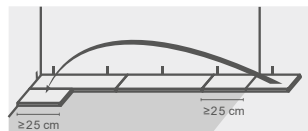
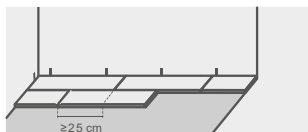

Рисунок 8
Рисунок 9
- 11.8 Каждый последующий ряд можно начинать и заканчивать с остатка планок предыдущих рядов, при условии, что длина остатка более 25 см (см. Рисунок 8). Необходимо контролировать, чтобы расстояние между торцами планок соседних рядов было не менее 25 см (см. Рисунок 9).